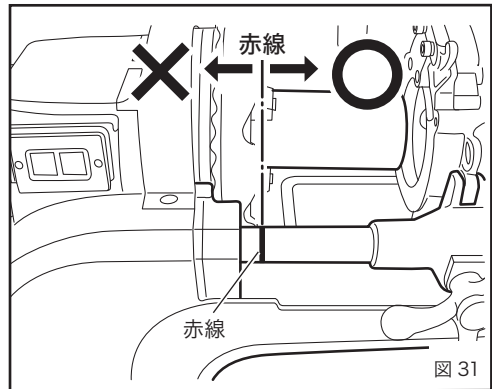

図 31
- ・ 受けパイプの赤線が往復台でかくれた位置からねじ切りを開始すると、ねじが切れ上がるまでに往復台が主軸台に当たり、事故や破損の原因になります。(図 31)
受けパイプの赤線が往復台でかくれた位置からねじ切りを開始すると、ねじが切れ上がるまでに往復台が主軸台に当たり、事故や破損の原因となります。(P15 図 31)